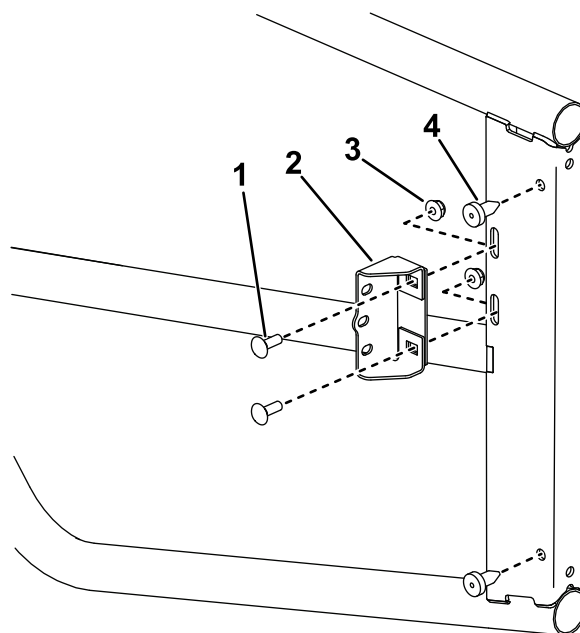

図 5
5. ドアアセンブリの内側にゴム製バンパーを 2 個取り付ける図5。
6. ドアアセンブリにドアラッチブラケットを取り付ける図5。